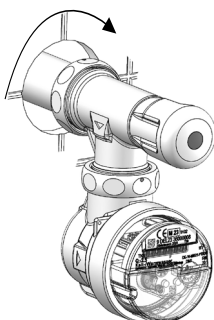

Bild 2 (Endmontage)
- Das Eckgehäuse mittels Überwurfmutter auf das Mantelrohr aufschrauben (Bild 2).